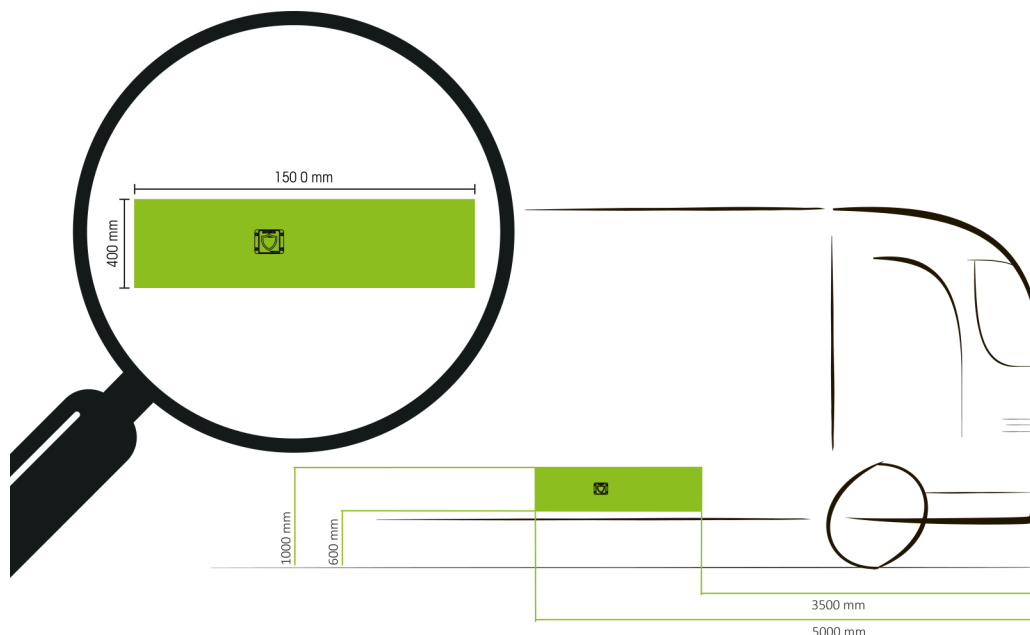

Fig. 8 : Position du capteur sur le véhicule, distances à respecter
Choisir une position affectée le moins possible par les vibrations et assurant un certain degré de protection contre les chocs et salissures tout en permettant une visibilité non perturbée de la zone cible. Pour toute information sur les distances à respecter, se référer à la description des zones de perturbation (fig. 11) ou de la position recommandée du capteur sur le véhicule (fig. 8).
1. Choisir une position appropriée pour un montage stable du capteur (voir fig. 8).